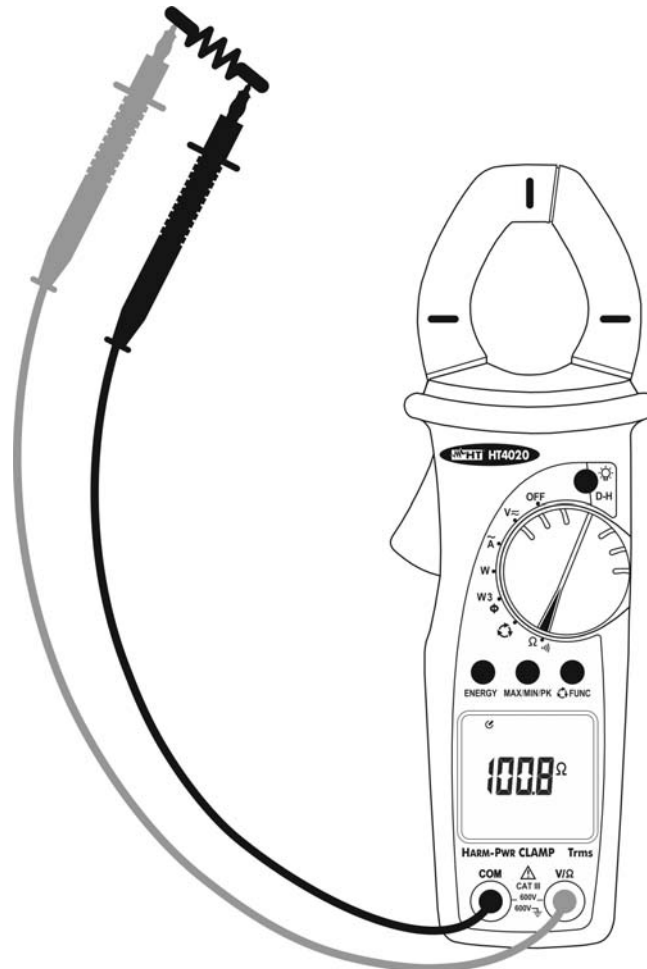

Abb. 7: Widerstandsmessung und Durchgangstest
3. Verbinden Sie die Prüfspitzen mit dem gewünschten Messobjekt (s. Abb. 7). Der Messwert wird auf dem Display angezeigt.